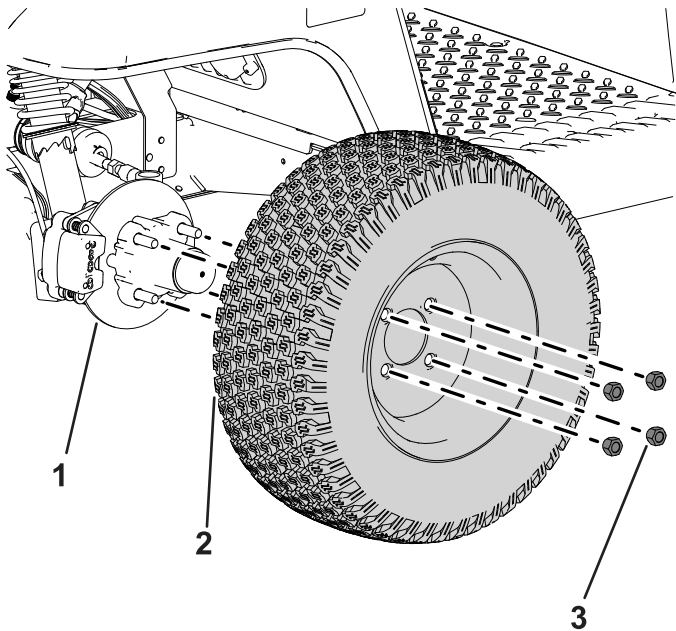

Figura 34
2. Retire las 4 tuercas que sujetan la rueda al cubo (Figura 34).
4. Alinee los orificios de la rueda con los espárragos del cubo y monte la rueda en el cubo con el vástago de la válvula hacia fuera (Figura 34).
5. Sujete la rueda al cubo usando las tuercas de las ruedas (Figura 34).